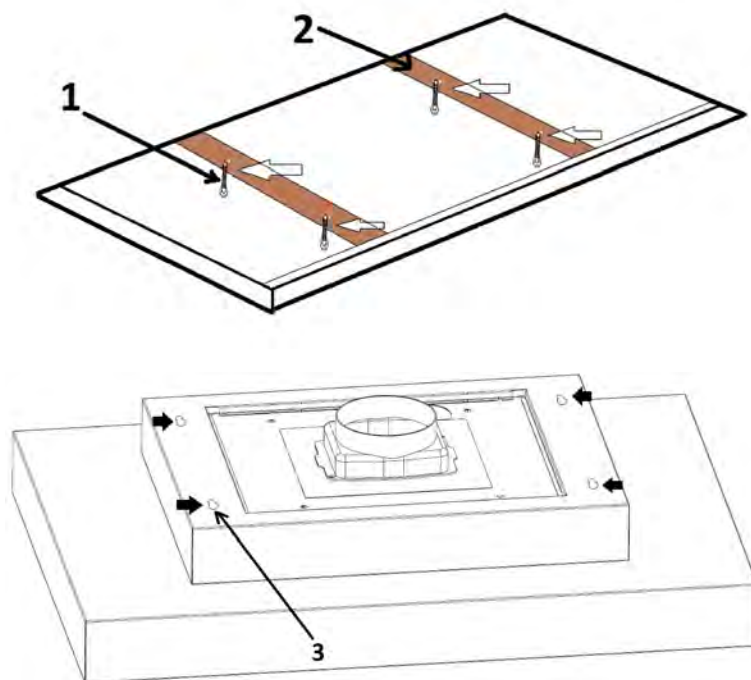

Fig. 16
**10.** Se till att montera fläkten ordentligt underifrån på regeln/läkten med hjälp av skruvhålen och 4 x 5,5x60 skruvar (Fig. 16). Anslut den 8m långa kabeln mellan fläkten och motorkabinettet för att garantera anslutning mellan dessa (Fig. 16).